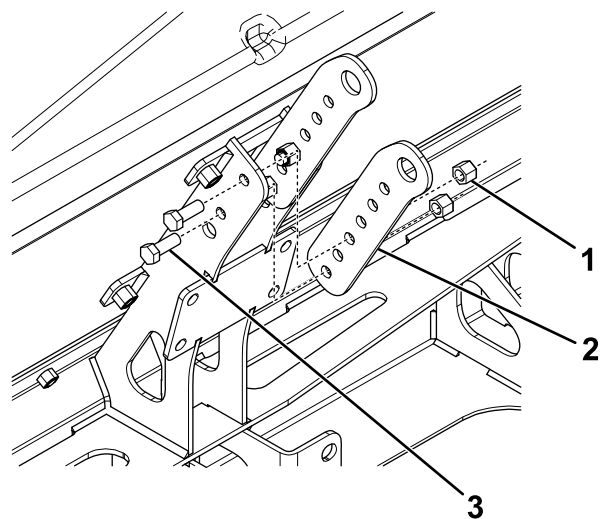

Figure 13
3. Fixez les supports de mât à l'épandeur à l'aide de 4 boulons ($\frac{3}{8}$ po) et contre-écrous (Figure 13).